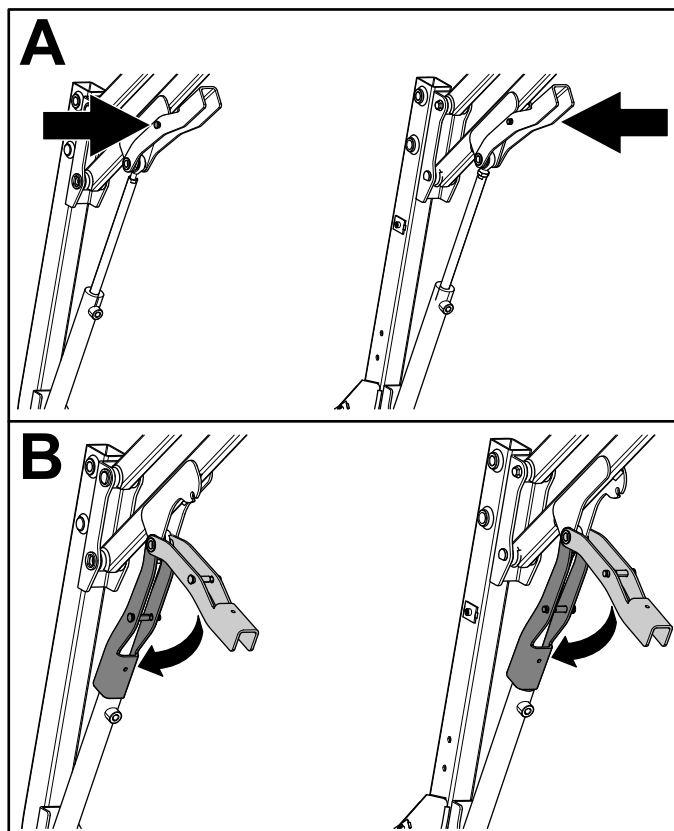

図 41
- A. マグネット式の安全ロックについているピンを内側に押し込む **図 41**。
- B. ピンを押さえながら、マグネット式安全ロックを油圧シリンダの上に降ろす **図 41**。